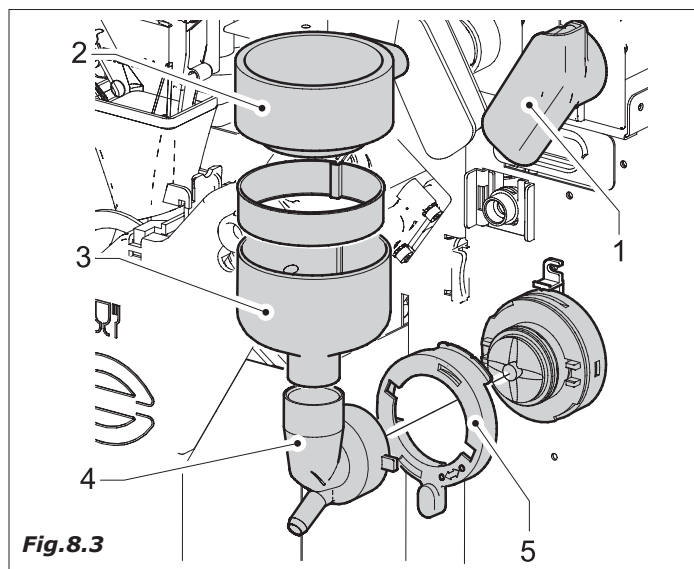

Fig.8.3
- canais e tubos de escorregamento pós (Fig.8.3-pos.1)
- canal água (2), camera miscelacao (3), ventainha de mistura-gem (4) e anel (5).